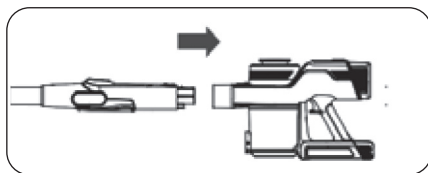

Figura 2
- Para remover o tubo de alumínio, segurar o corpo principal com uma mão e puxá-lo para fora com a outra mão pressionando o botão. (figura 2)